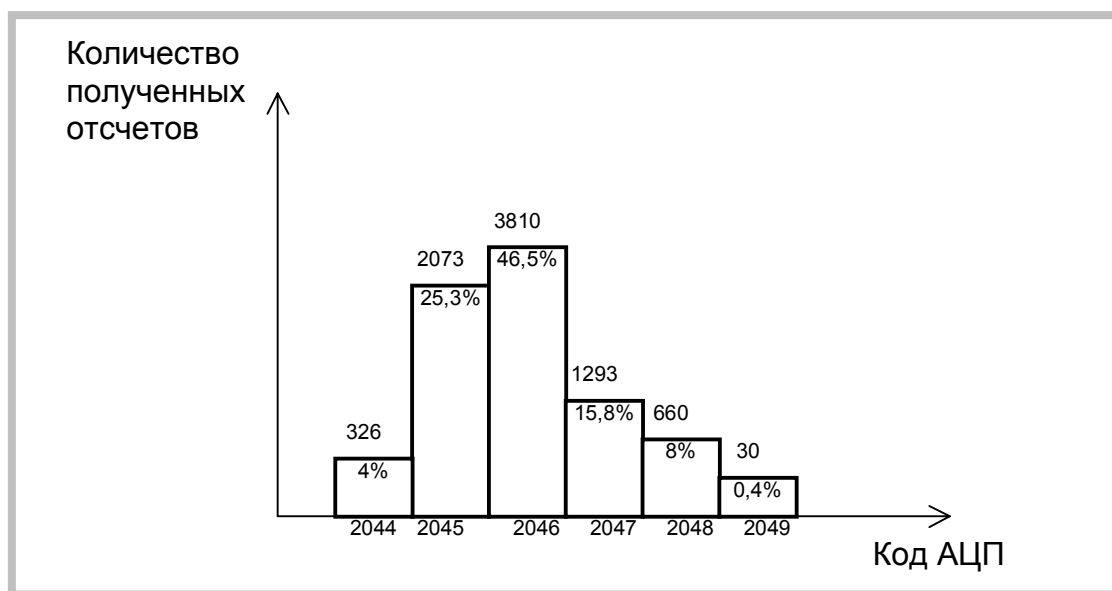

Рисунок 8. Статистика результатов данных 4
- 4) Диапазон входного сигнала АЦП платы ЛА-н20-12РСІ $\pm 0,1\text{В}$. Частота запуска АЦП максимальная - 40 МГц. Число собранных отсчетов равно 8192. При этом действующее напряжение шумов составляет -63,7 дБ относительно уровня максимального входного напряжения 0,1В (Рисунок 8).